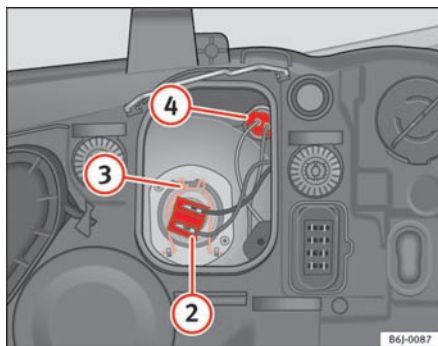

Fig. 133 Positionslys
- Tag stikket ⇒ fig. 133 ② af pæren.
- Tag fjederen ⇒ fig. 133 ③ af ved at trykke den ind og dreje den mod højre.